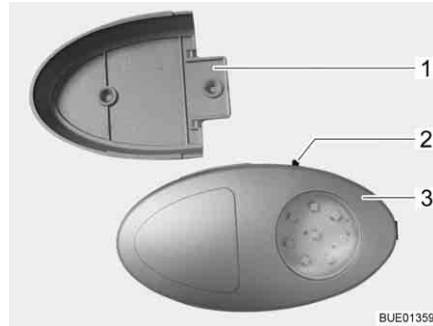

Fig. 84 Lámpara del armario ropero
- ▷ La lámpara del armario ropero puede ser extraída del soporte atornillado (Fig. 84,1) y ser usada como linterna.
El interruptor (Fig. 84,2) está instalado directamente en la lámpara del armario ropero (Fig. 84,3).